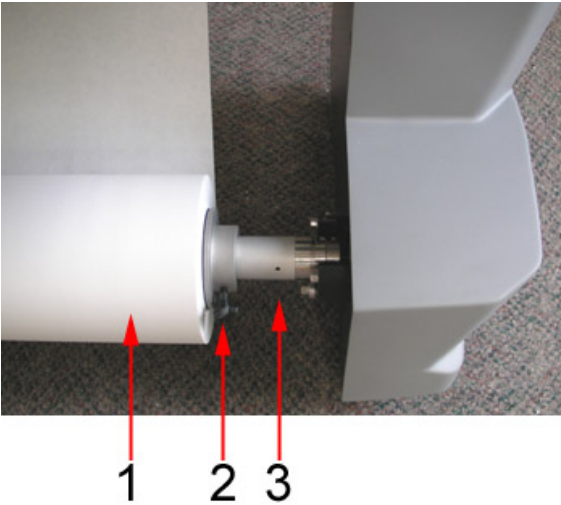

图 17. 送纸轴上的纸卷（连同锁纸夹具一起）
18. 分别在**送纸轴**两端安装**锁纸夹具**，使用随机赠送的黑色操作杆将它们紧紧地固定在**纸卷**两端（图 17）。